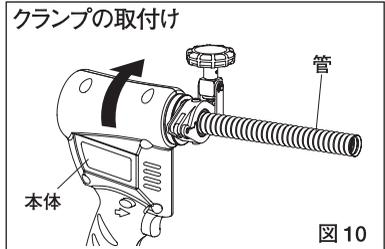

図 10
(4) ツバ出し作業 (図10~12)
- ① 管をセットしたクラムに本体を取付けます。クラムのインロー部を本体の取付位置に合わせてセットし本体を図10の矢印の方向に「カチッ」とはめ込んでください。ノッチで固定されます。